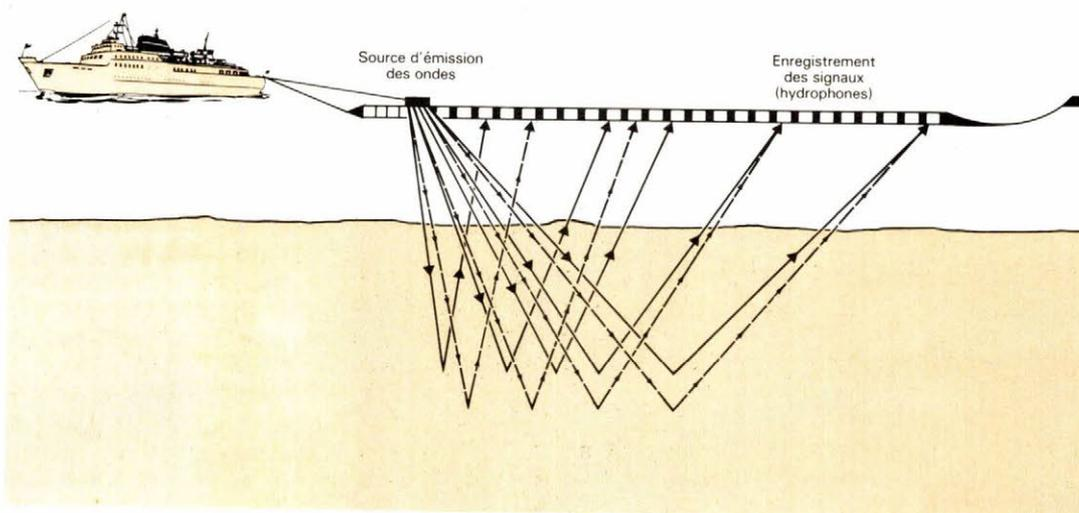

Fig. 16. – Principe de la sismique marine.
- *En mer*, le principe est similaire (fig. 16), on fait exploser des charges dans l'eau et les ondes réfléchies sont recueillies par des groupes d'hydrophones. L'ensemble est remorqué par un navire.